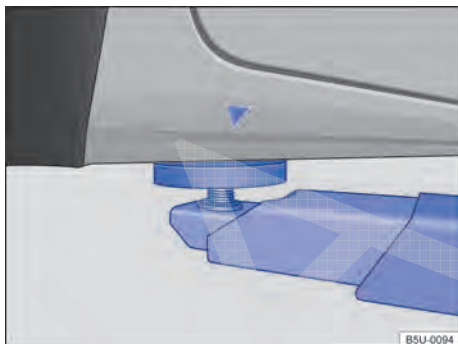
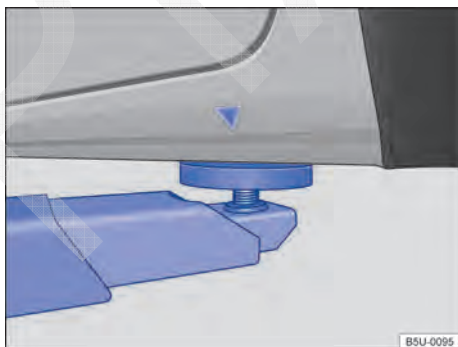

Fig. 179 Pontos de apoio dianteiros para a suspensão com plataforma elevatória ou com macaco.
Fig. 180 Pontos de apoio traseiros para a suspensão com plataforma elevatória ou com macaco.
O veículo deve ser suspenso somente pelos pontos indicados nas figuras → Fig. 179 e → Fig. 180. Se o veículo não for suspenso pelos pontos indicados, podem ocorrer danos no veículo → ⚠️ e ferimentos graves → ⚠️.
- Suspender o veículo somente pelos pontos indicados nas figuras → Fig. 179 e → Fig. 180. Se o veículo não for suspenso pelos pontos indicados, o veículo poderá cair da plataforma elevatória quando, por exemplo, o motor ou a suspensão for desmontado.